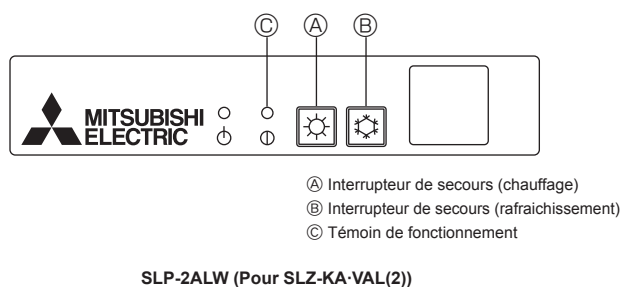

Fig. 9-1
9.2.1. Pour une télécommande sans fil (Fig. 9-1)